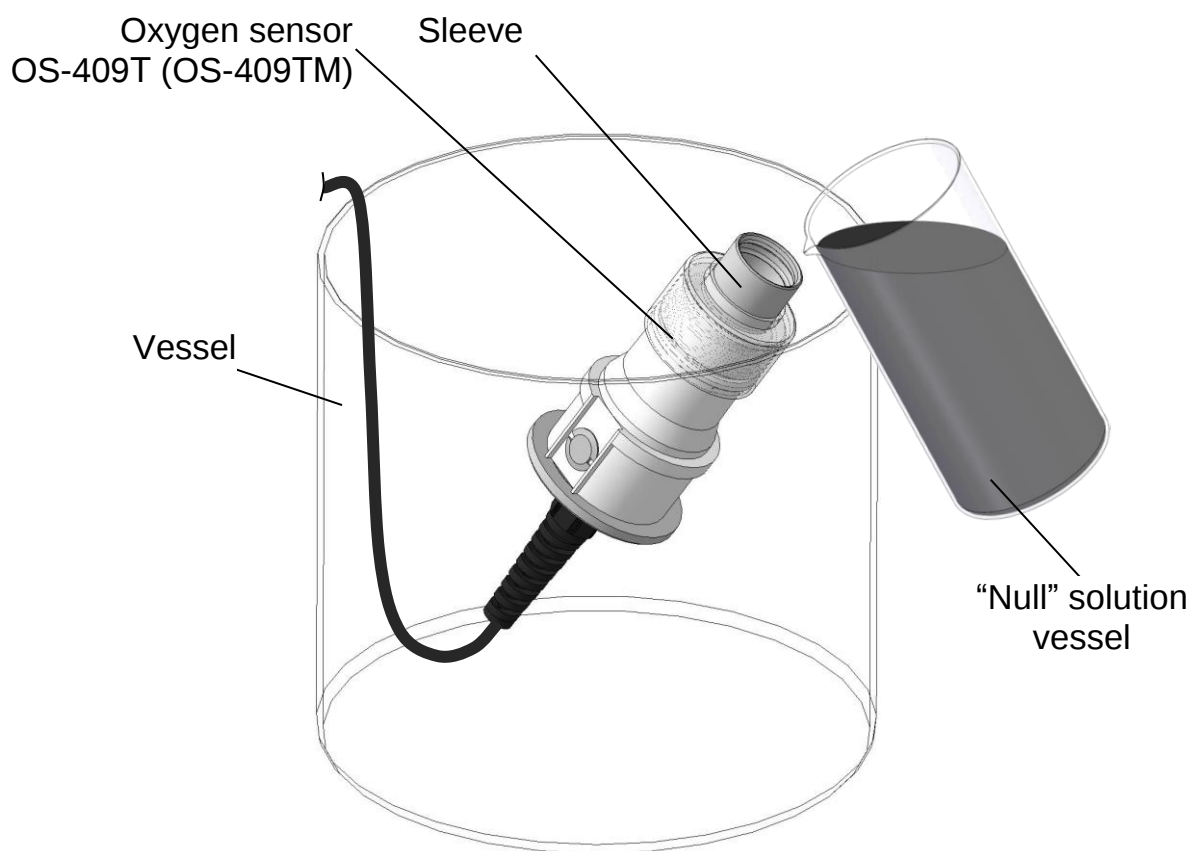

Figure 2.18
- 将传感器安装在靠近垂直的位置（套筒朝上），例如，通过将传感器安装到容器中（图 2.18）；
- 用 5 cm³ 的零溶液填充传感器套管，如图 2.18 所示；
- 用 5 cm³ 的零溶液填充传感器套管，如图 2.18 所示。